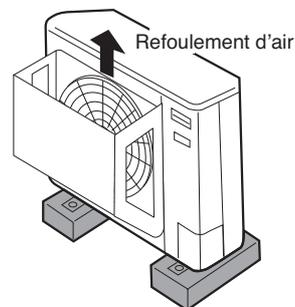

Fig. 2-8
- La sortie de refoulement d'air se trouve face au trottoir et l'air chaud refoulé dérange les passants. Reportez-vous à la figure 2-8.